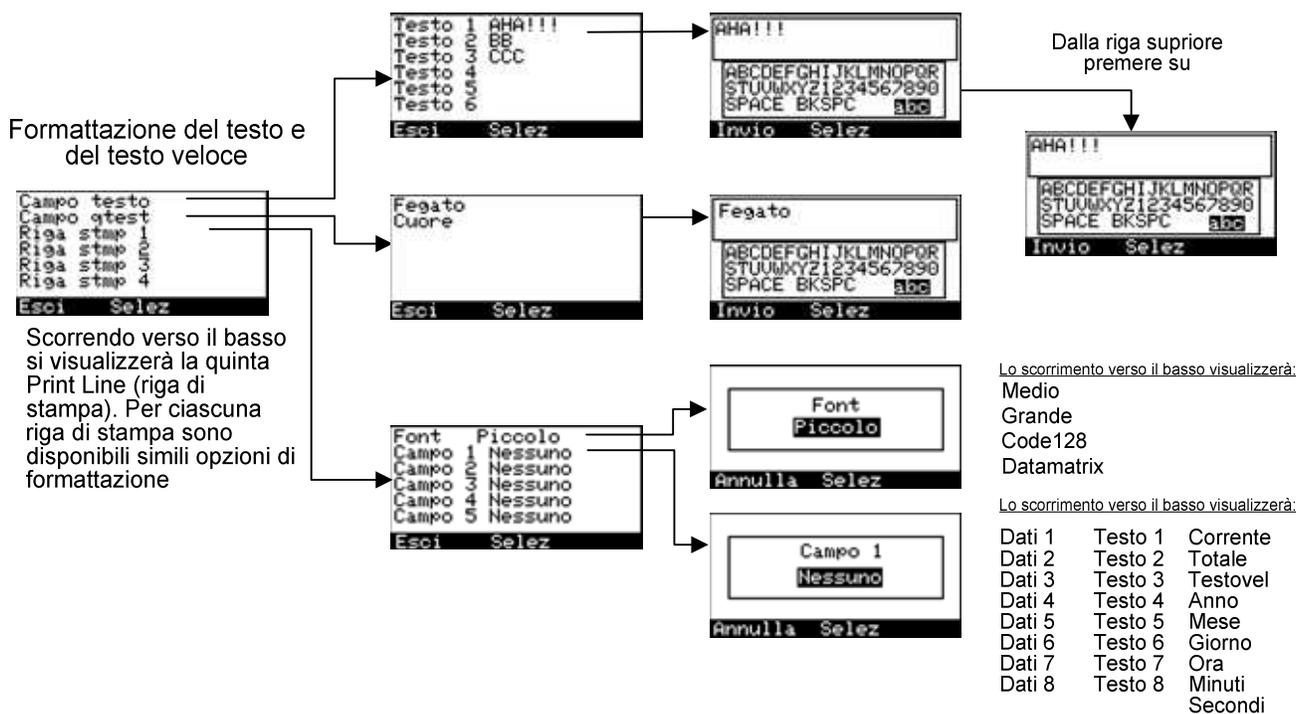

Figura 15 - Impostazioni di stampa immagine con formattazione della riga di stampa
- Si noti che la schermata della punteggiatura è disponibile premendo il pulsante **5-way navigation (Navigazione a 5 modalità)**, vedere la **Figura 15**. Spostare il cursore verso la fila superiore o inferiore e premere verso l'alto o verso il basso, rispettivamente. Allo stesso modo, si può tornare alla schermata di testo dalla schermata di punteggiatura.
D'altro canto, i **Text fields (Campi testo)** memorizzano le informazioni fino a che non vengono eliminate, modificate o sovrascritte. Per inserire le informazioni nei **Text Fields** (Campi testo) andare su **Print Img Settings/Text Fields/Text1** (Impostazioni stampa imm/Campi testo/Testo 1) e utilizzare la tastiera su schermo illustrata nella **Figura 15** per inserire il testo. Vedere l'esempio nella sezione successiva in cui le informazioni vengono inserite tramite una tastiera, ma può essere utilizzato anche uno scanner.